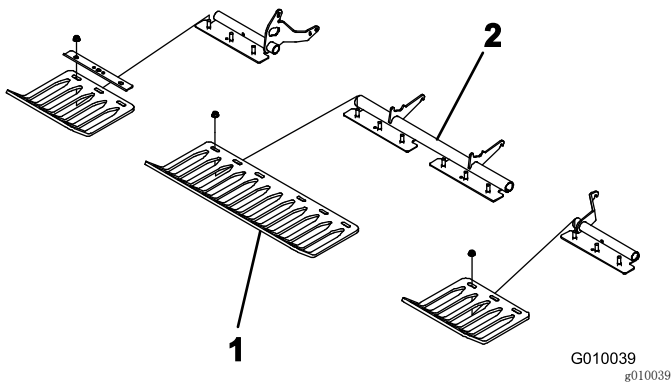

图 23
4. 使用 4 个护草板夹具和 12 个凸缘螺母，将护草板松松地安装到护草板支架上（图 23）。切勿将紧固件拧得过紧。
注意： 出厂时附带的护草板夹具和凸缘螺母固定到护草板支架（图 23）。